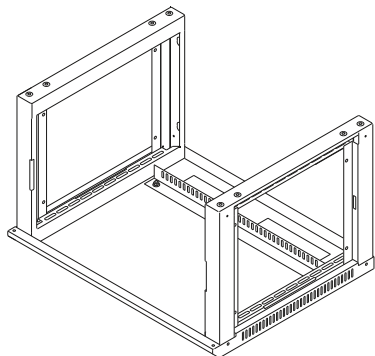
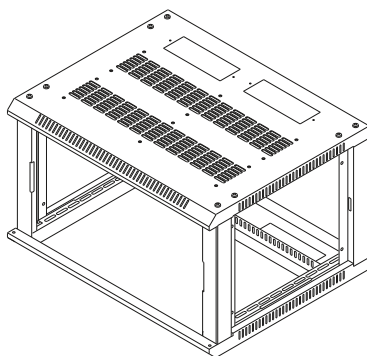

Рисунок 3
Рисунок 4
1.4 Поставьте собранный узел на дно (рисунок 3), установите на рамы крышу (рисунок 4) и закрепите восемью винтами М6×16.